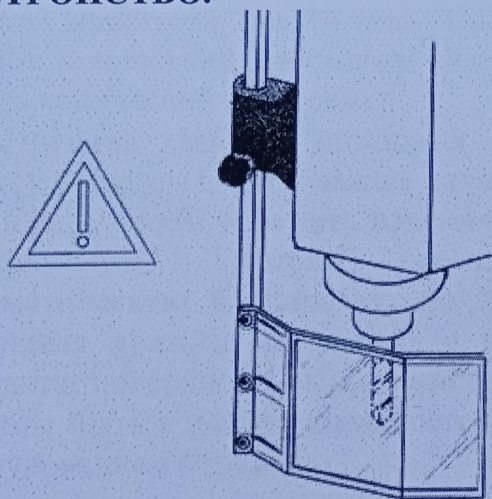

Рис. 8.
5.2.6. Защитное устройство (рис. 8).